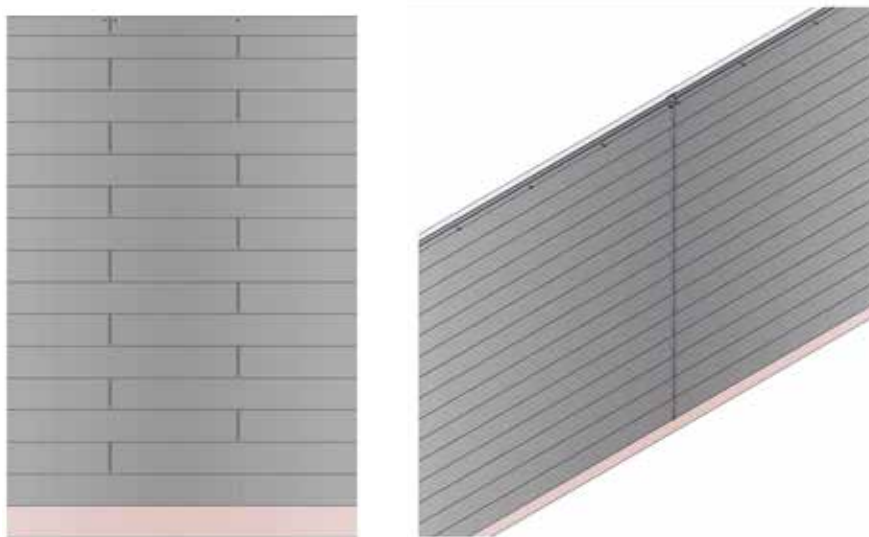

Fig. 34 – Kledd vegg
- Den øvrste planken kan reduseres i høyde og tilpasses til veggen (se fig. 34)